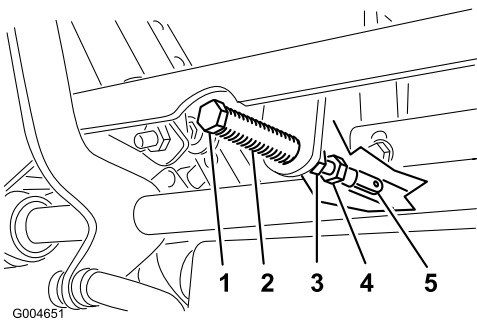

Figure 72
5. Tirez-le ensuite en arrière jusqu'à ce que l'axe de chape (situé sur un bras au-dessus de l'axe de pivot) touche l'extrémité de l'encoche (c.-à-d. commence juste à appuyer sur le ressort) (Figure 72).
7. Si un réglage s'impose, desserrez l'écrou et l'écrou de blocage vissés contre la chape (Figure 72).
8. Appliquez une légère pression à l'arrière du levier, et tournez la tête du boulon de réglage dans le sens voulu pour centrer le levier à la position de verrouillage au point mort (Figure 72).
9. Serrez l'écrou et l'écrou de blocage (Figure 72).
9. Serrez les écrous de blocage contre les rotules (Figure 72).